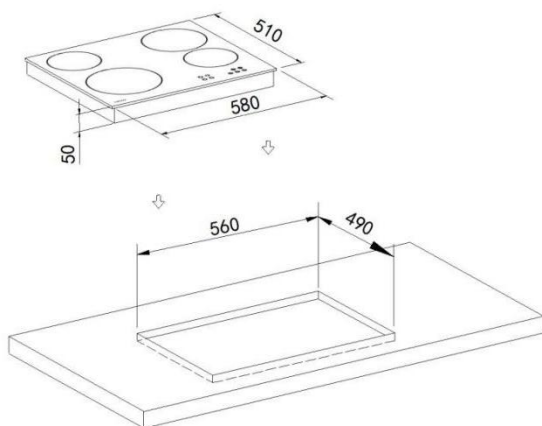

Figure 1
- 1. Installation de la plaque de cuisson en céramique** (comme indiqué dans la figure 1)